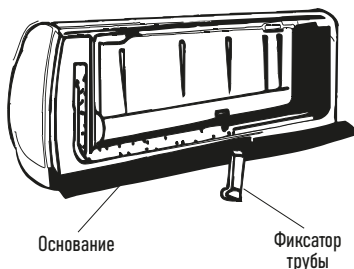

Рисунок 8
- Переместите выпускную трубу в левую сторону и снимите крышку с правой стороны. Закрепите трубы в пазу внутреннего блока с помощью фиксатора трубы (рис. 8).